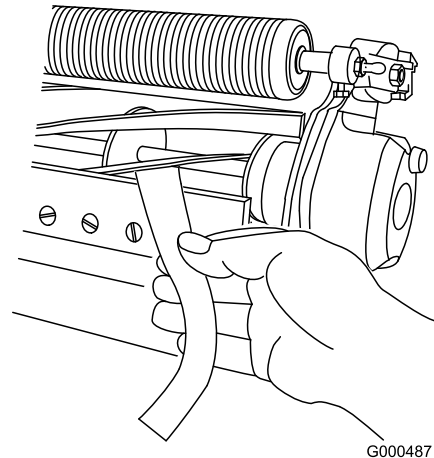

Figura 13
10. Teste o desempenho de corte inserindo uma fita comprida de desempenho de corte (Número de peça Toro 125-5610) entre o cilindro e lâmina de corte, perpendicular à lâmina de corte (Figura 13). **Lentamente rode o cilindro para a frente; deve cortar o papel.**